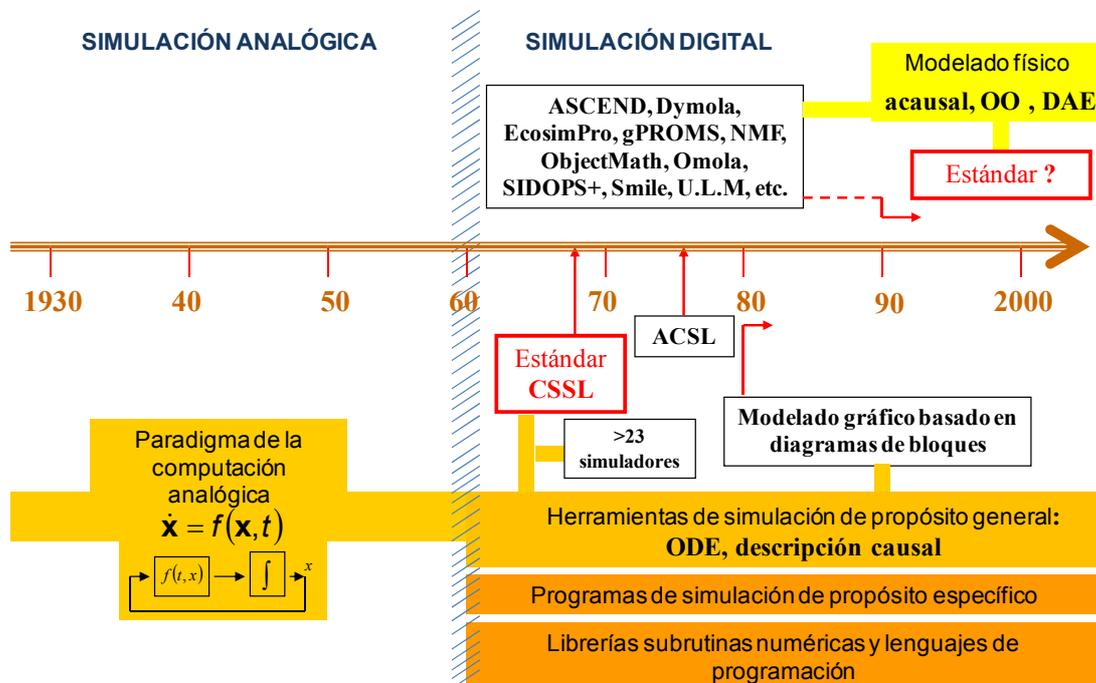

Figura 1.1: Evolución del modelado y simulación de tiempo continuo.
4. Observe la Figura 1.1 y comente su contenido basándose en el artículo.